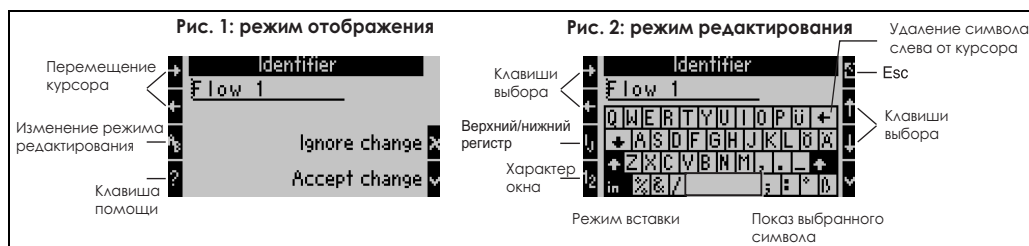

Рис. 17: Пример: редактирование с помощью "Palm" клавиатуры
1. Используя клавиши курсора разместите курсор впереди символа, перед которым следует ввести другой символ. Если введенный текст следует удалить или переписать, переместите курсор в крайнее правое положение. (см. Рис. 17, пример 1)
3. Используя клавиши ij/IJ и 1/2 выберите верхний/нижний регистр или числа (см. Рис.17, пример 2).
4. Используя курсоры выберите необходимую клавишу и подтвердите свой выбор клавишей с "птичкой". Если вы хотите удалить текст выберите клавишу в верхнем правом углу. (см. Рис.17, пример 2)
6. Если после редактирования текста необходимо вернуться в режим отображения, используйте клавишу "Esc" и подтвердите свои изменения клавишей с "птичкой". (см. Рис.17, пример 1)
- Курсор текста не может перемещаться в режиме редактирования (см. Рис.17, пример 2)! Для возврата в предыдущее окно (см. Рис.17, пример 1) и выбора нужной позиции для изменяемого символа используйте клавишу Esc. Подтвердите снова клавишей АВ.